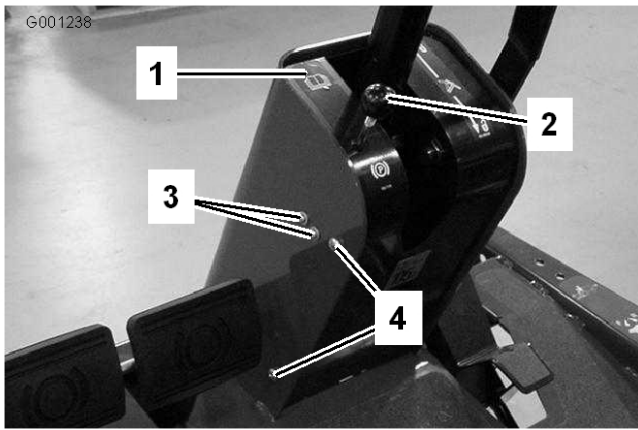

Bild 59
2. Nehmen Sie das Handrad von der Feststellbremsstange und die Schrauben von der Abdeckung der Lenksäule (Bild 59).
- Lösen Sie die Schrauben und Muttern, mit denen der Schalter der Feststellbremse links an der Lenksäule befestigt ist (Bild 59).